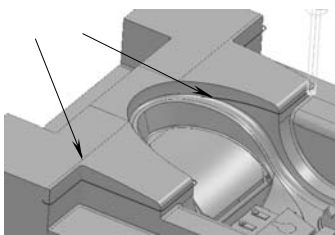

图 8-28 放大后的边界 1
2) 放大边界 1：在 PowerMILL 资源管理器中，双击“边界”树枝，将它展开。右击边界 1，在弹出的快捷菜单条中单击“编辑”→“变换”→“偏置...”，打开“曲线编辑器”工具栏以及“偏置”对话框。在“偏置”对话框的“距离”栏中输入“5”，按回车键，系统将边界 1 向外均匀偏置 5mm，即把边界 1 放大了，如图 8-28 所示。